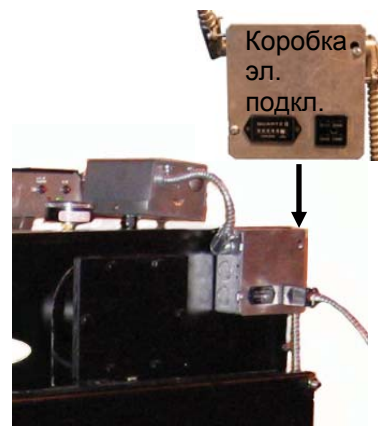

Рис. 67
5. Направьте оставшуюся часть кабеля из коробки для проводки корпуса (является частью жгута электропроводки органов управления котла (С)) к распределительной коробке, описываемой в шаге 4. (Рис. 67)